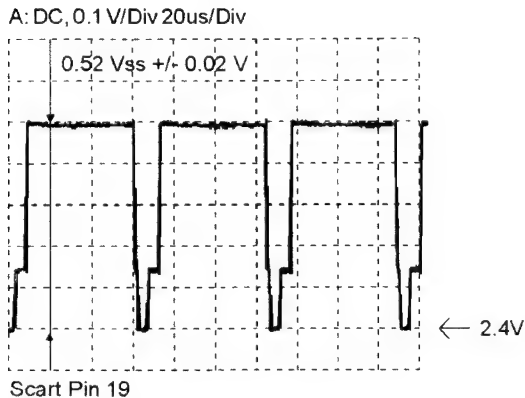

Fig. 1
- Widerstand 3010 so einstellen, daß die Ausgangsspannung $0,52 V_{SS} \pm 0,02 V_{SS}$ beträgt (Fig. 1).